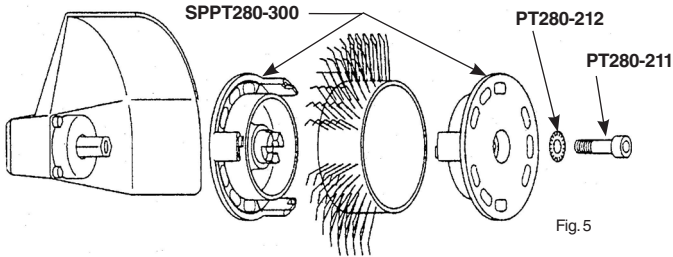

Fig. 5
3. Assembler correctement la brosse abrasive sur l'outil avec l'adaptateur et la vis spécifique. Voir Fig. 5. S'assurer que les poils de la brosse sont orientés dans le bon sens par rapport au sens de rotation de l'outil. Voir page 33.